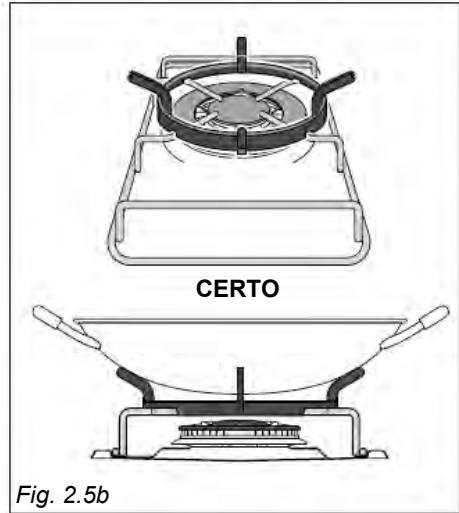

Fig. 2.5b
- A grelha especial para woks (fig. 2.5b - 2.6b) **APENAS DEVE SER COLOCADA** sobre o descanso de panelas para o queimador de anel duplo.